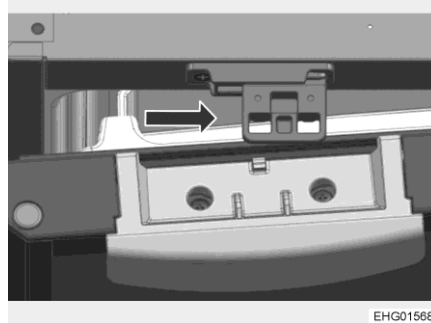

Bild 113 Låsanordning
- Skjut låsanordningen åt höger (Bild 113, pil).